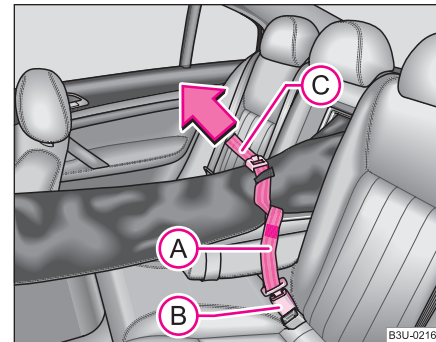

Fig. 74 Siguranța sacului din butucul centurii banchetei din mijloc
- Introduceți centura de asigurare a sacului  ⇒ pagina 87, fig. 74 în elementul de fixare a centurii centrale din spate .
- Trageți centura  în sensul indicat de săgeată ⇒ pagina 87, fig. 74.